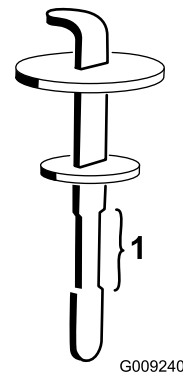

Figure 87
4. Dévissez la jauge du goulot de remplissage et essuyez-la sur un chiffon propre. Réinsérez la jauge dans le goulot de remplissage, sortez-la de nouveau et vérifiez le niveau de liquide. Il doit se situer dans la plage de fonctionnement acceptable indiquée sur la jauge (Figure 87).